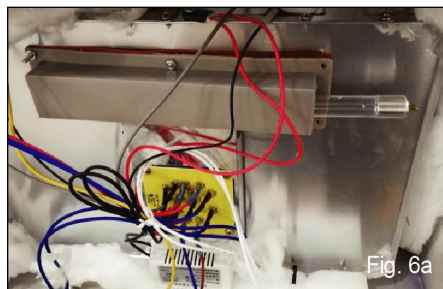

Fig. 6a
9. Retirez l'ampoule défectueuse. Insérez une nouvelle ampoule dans le petit boîtier, refermez le couvercle et serrez les deux vis. Voir fig. 6a et 6b.